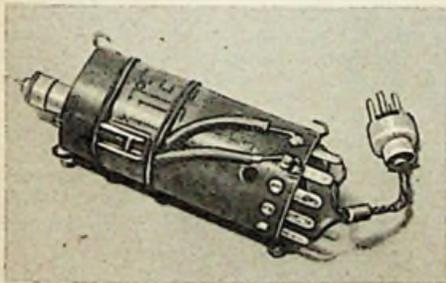

Bild 3. Englische Bauform des Einröhrenempfängers nach Bild 2
Von der englischen Fa. Electronic Developments Ltd. (ED) wird der Einröhren-Superregenerativ-Empfänger nach Bild 2 in einer sehr zweckmäßigen Form gebaut. Einzelteile und Empfängerrelais sind innerhalb eines stabilen Papprohres befestigt. Die Röhre befindet sich auf der Außenseite und wird durch Gummischlaufen an den Pappkörper gedrückt (Bild 3). Da das Papprohr mit Hilfe von Gummizügen innerhalb des Flugmodell-Bugs aufgehängt wird, ist der